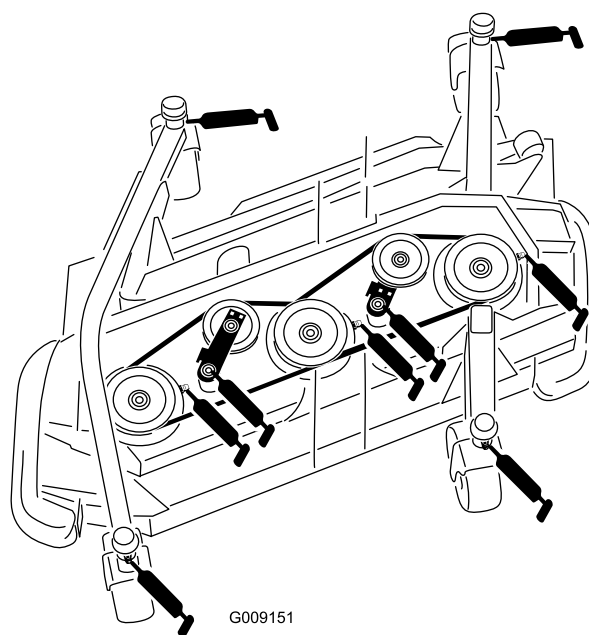

Figura 74
articolazione del tendicinghia) come illustrato nella Figura 74
- 4 boccola dell'albero della forcella della ruota orientabile (Figura 74)
- 3 cuscinetti dell'albero del fusello (situati sull'alloggiamento del fusello) come illustrato nella Figura 74